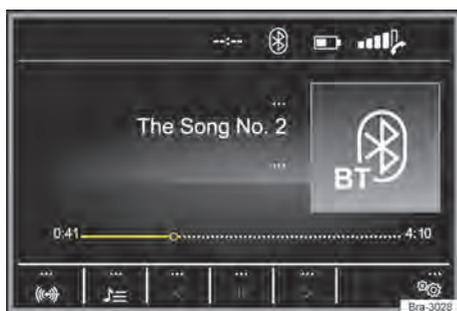
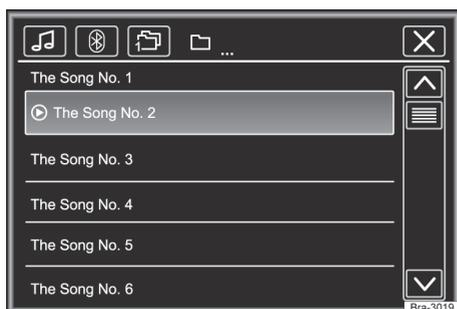

Fig. 117 Menu principal de mídia.
Fig. 118 Operação do rádio: lista de estações.
– Pressionar o botão **MEDIA** para abrir o menu principal **MEDIA** → Fig. 117.
As fontes de mídia que são reproduzidas atualmente são exibidas na superfície de função na parte inferior esquerda → Fig. 117.
Legenda da → Fig. 117 e → Fig. 118: